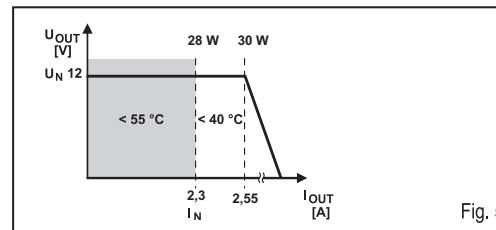

Fig. 5
5. Output ②, Fig. 5
5. Sortie ②, Fig. 5
Intensité de sortie. (Se référer à la Figure 5).